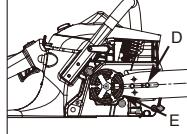

Fig. 3C
6. Placer sågsvärdets ände med spåret över svärdbultarna (D). Skjut svärdet bakom kopplingstrumman (E) tills svärdet stoppar. (Fig. 3C)